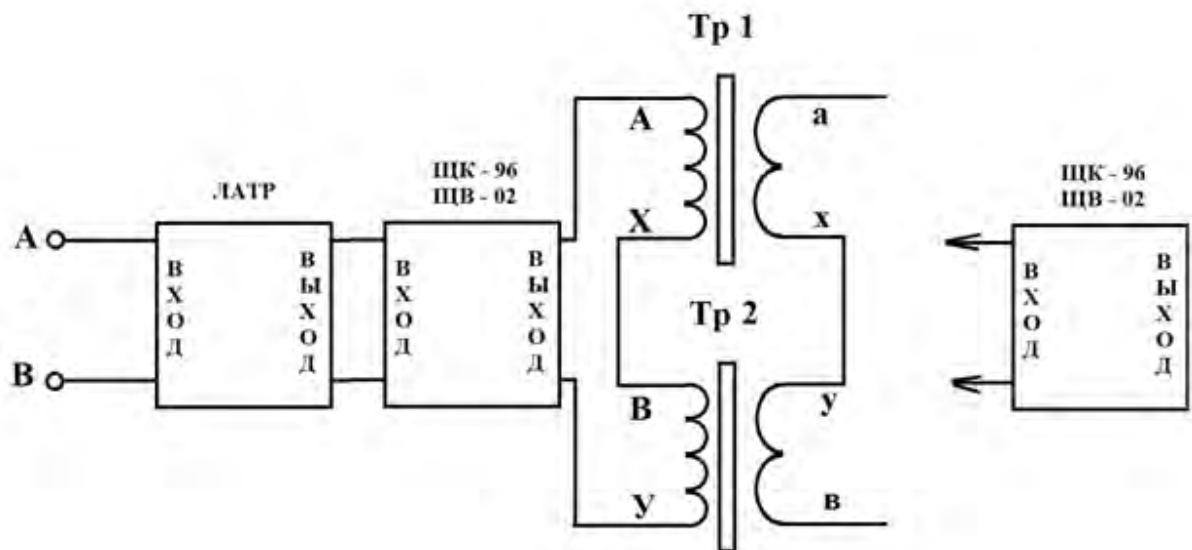

Рис. 2. Последовательно - параллельное согласное включение трансформаторов
4. Собрать электрическую схему согласно рис. 2. и представить на проверку преподавателю.